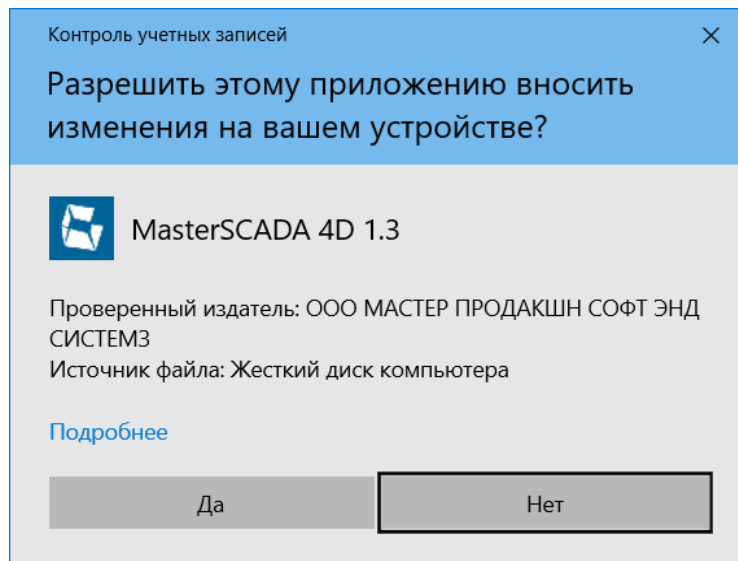

Рисунок 7 – Окно дополнительного разрешения на установку
2.3.1.5 Возможно, потребуется дополнительное разрешение на установку программы (см. рисунок 7). Для продолжения установки нужно нажать на кнопку «Да».